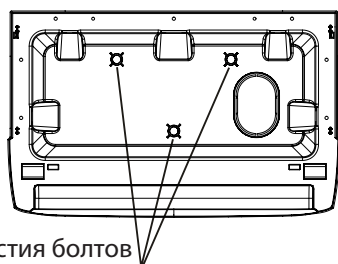

Рис. 4.5
2. Вставьте болты М8 в блок, пока он находится на полу (количество используемых болтов зависит от количества отверстий в основании блока). (См. рис. 4.5)